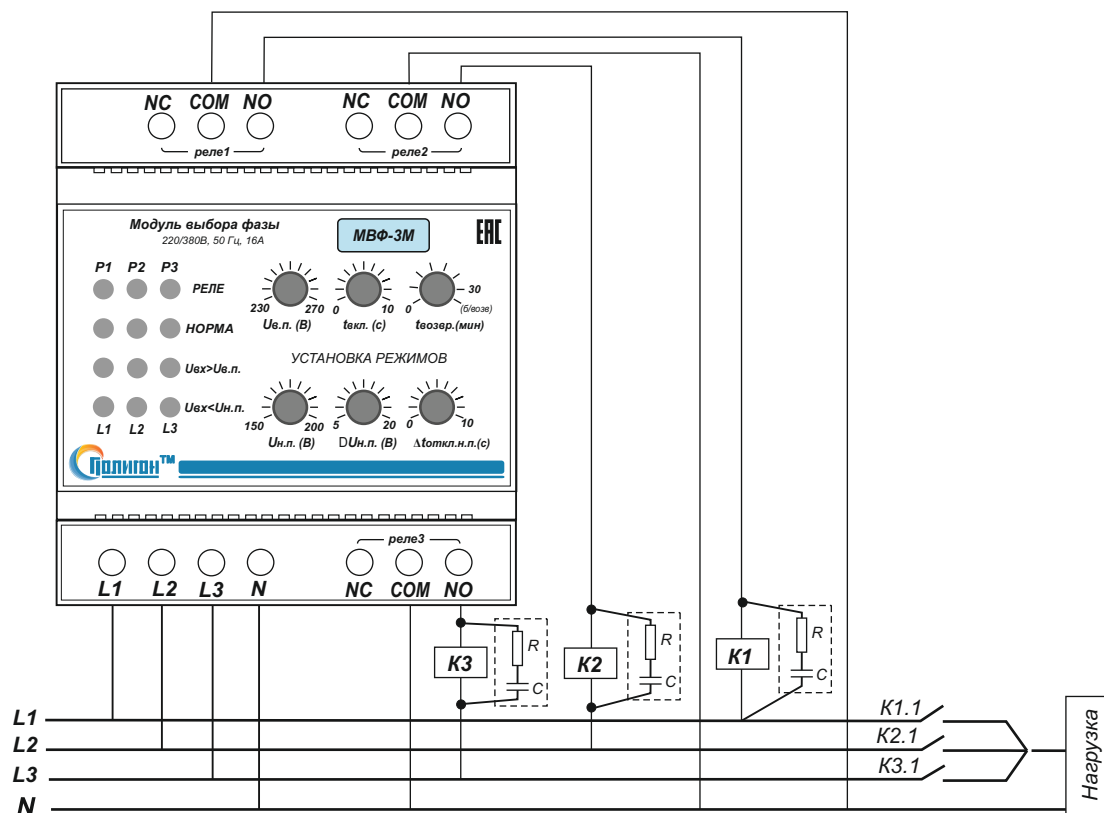

Рис.1. Типовая схема подключения МВФ-3М. Необходимо включать параллельно катушке пускателя искрогасящую цепочку R – 51 Ом 1Вт, С – 0,1 мкФ 630 В.
4.2. Произвести подключение входной контролируемой сети и цепей управления или сигнализации согласно маркировке (Рис.1): L1, L2, L3 — входные контролируемые фазы, они же являются питающими (провода сечением 0,5-1,5 мм кв.); N — нейтраль; контакты реле для подключения цепей управления силовыми контакторами (провода сечением 1,0–2,5 мм.кв.): NC-COM-NO — переключающий контакт реле (НО-открытый, NC-закрытый).
схеме (рис.1).